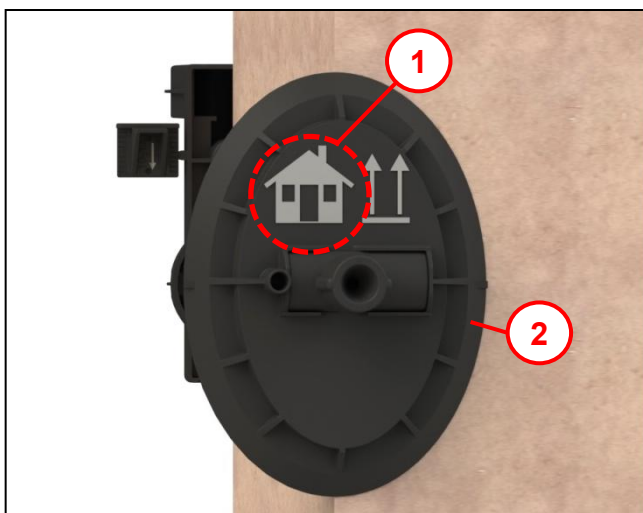

Abb. 18
- Schäumrohr mit Außenflansch (1) in Kernloch ansetzen und bis zu Beginn der Rastnase einstecken (Abb. 18 beachten).
Weiter bei Abb. 18